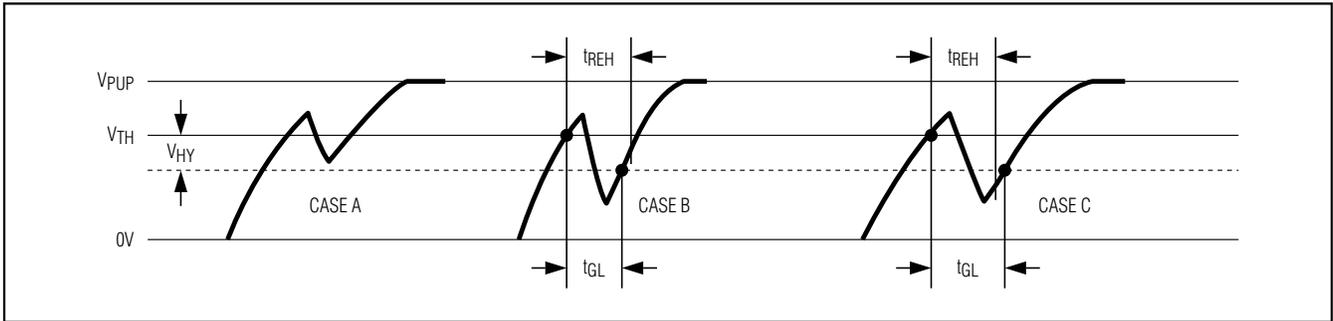

図14. ノイズ抑制方式
- 3) ローからハイへのスイッチングスレッシュホールド V_{TH} にヒステリシスがあります。負のグリッチが V_{TH} を超えても $V_{TH} - V_{HY}$ 以下にならないければ、グリッチは認識されません(図14、Case A)。このヒステリシスはいずれの1-Wire速度においても有効です。
- 4) 立上りエッジのホールドオフ時間 t_{REH} で規定された時間ウィンドウがあり、この期間中は、グリッチが $V_{TH} - V_{HY}$ スレッシュホールド以下になっても無視されます(図14、Case B、 $t_{GL} < t_{REH}$)。 V_{TH} スレッシュホールドを横切った後で、かつ t_{REH} ウィンドウを超えた後に現れる深い電圧ドループまたはグリッチはフィルタによる除去が不可能で、新しいタイムスロットの開始として認識されます(図14、Case C、 $t_{GL} \geq t_{REH}$)。